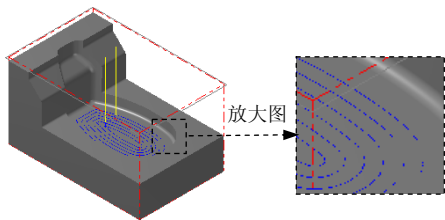
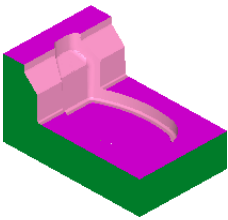

图 3.24 刀具路径
图 3.25 仿真结果图
Step5. 设置浅平面精加工参数。在“曲面精加工浅平面”对话框中单击 **浅平面精加工参数** 选项卡，在 **浅平面精加工参数** 选项卡的 **大切削间距 (M)** 文本框中输入值 5.0，选中 **由内而外环切** 复选框；单击 按钮，系统返回至“曲面精加工浅平面”对话框。
Step6. 单击“曲面精加工浅平面”对话框中的 按钮，同时在图形区生成图 3.24 所示的刀具路径。
(1) 在 **刀具路径** 选项卡中单击 按钮，然后单击 按钮，系统弹出“验证”对话框。
(2) 在“验证”对话框中单击按钮。系统将开始进行实体切削仿真，结果如图 3.25 所示。单击按钮关闭“验证”对话框。